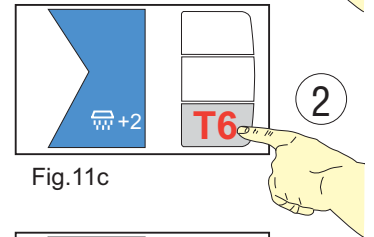

Fig.11c
1.2 La deuxième fois qu'on appuie sur la touche (Fig.11c):
2.2 La deuxième fois qu'on appuie sur la touche (Fig.11c):